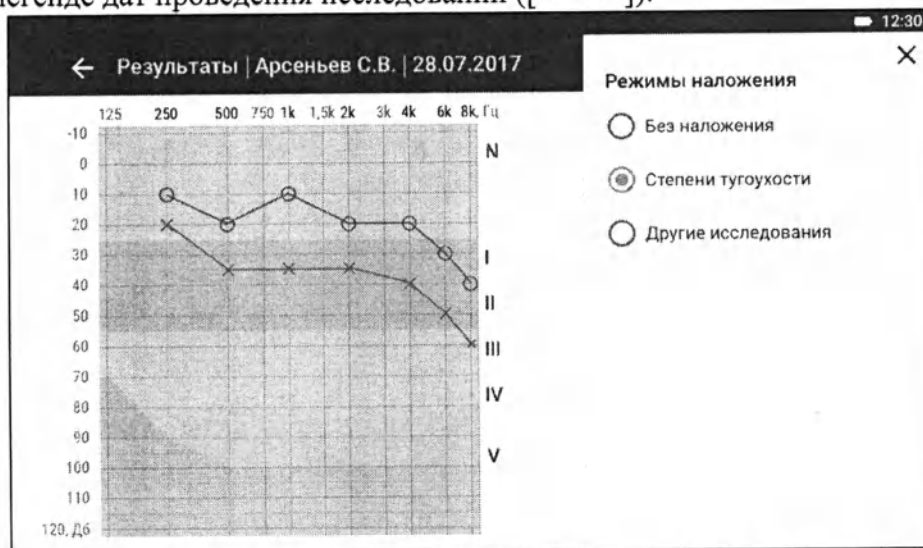

Рисунок 32 – Режим наложения «Степени тугоухости»
- ✓ Степени тугоухости – цветная визуализация областей нормы (N) и различных степеней тугоухости (I, II, III, IV, V - глухота) (рисунок 32);